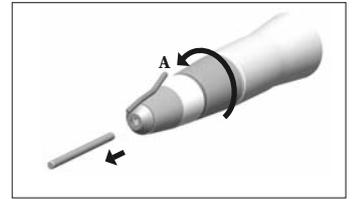
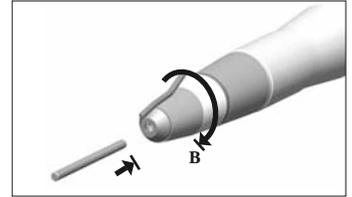

fig. 2
fig. 3
A: desserrer fig. 2 B: serrer fig. 3
- Déconnecter l'instrument du moteur d'entraînement, retirer la fraise et laisser le serrage en position ouverte (fig. 2)
- Insérer une fraise dans le serrage de l'instrument. (fig. 3)
- Retirer la fraise et laisser le serrage en position ouverte. (fig. 2)